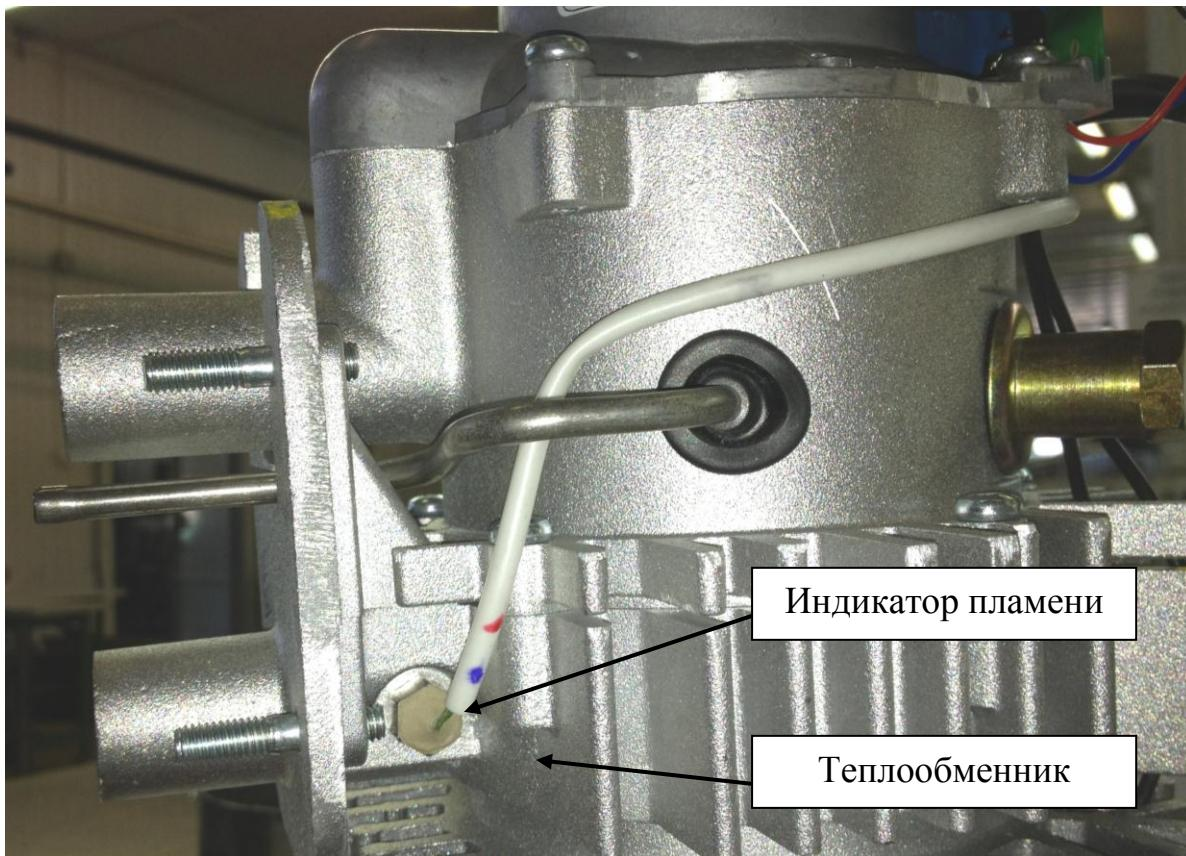

Рис.7 – Индикатор пламени
- вывернуть индикатор из корпуса теплообменника (рис. 7).
Для проверки канала ИП блока управления вместо ИП установите перемычку (рис.7а). Если при запуске отопителя не возникает код неисправности ИП, то БУ исправен. Уберите перемычку и подключите исправный ИП.
В случае не устранения неисправности ИП проверьте полярность его подключения (провод с черной меткой соединен с контактом разъема БУ, помеченным черной точкой, рис. 7б). Возможно, была допущена ошибка при установке меток на проводах ИП. Для проверки правильности установки метки на проводе проверьте контакты магнитом. Контакт провода с черной меткой магнитится.
Рис. 7а – Перемычка
Рис. 7б – Подключение ИП к БУ